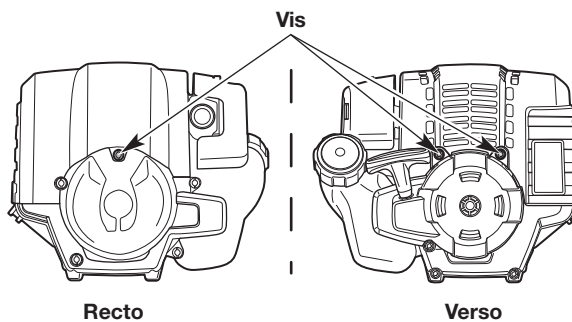

Fig. 25
2. Retirez les trois (3) vis du capot moteur avec un tournevis à tête plate ou un tournevis T-25 Torx (Fig. 25). Retirez le capot moteur.